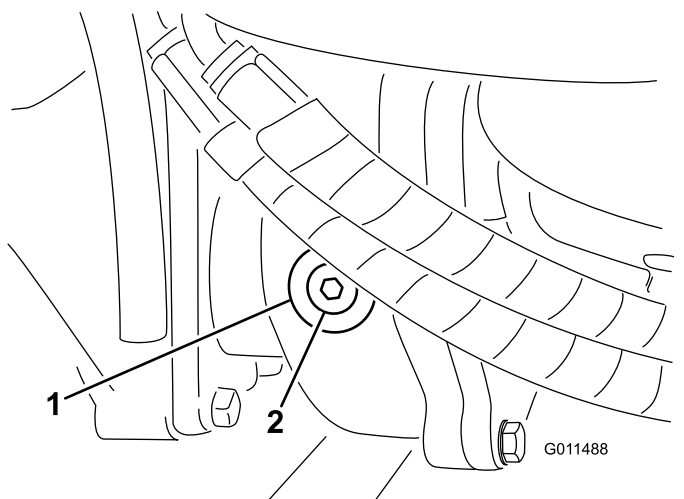

Figure 70
2. Enlevez le bouchon de contrôle/remplissage du côté gauche du boîtier d'engrenages (Figure 70) et vérifiez que le lubrifiant atteint la base de l'orifice. Si le niveau est bas, ajoutez suffisamment de lubrifiant pour rectifier le niveau.